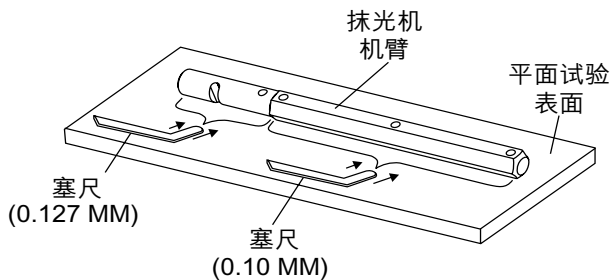

图54. 检查抹光机机臂的平整性
1. 使用厚钢板、花岗石板或其它实心的水平表面，检查每个抹光机机臂六个方向的平整性（图54）。